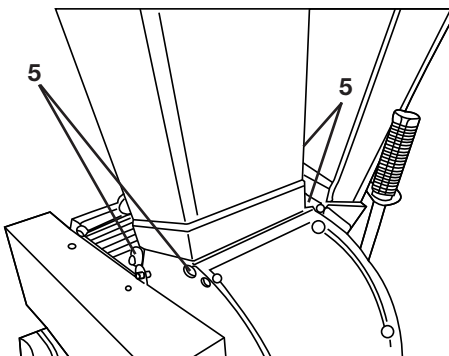

Bild 3
Drehen Sie die vier Befestigungsschrauben (5) (SW 15) im oberen Einfülltrichter nur etwa 2-3 Gewindegänge in die Gewindebohrungen (siehe „Bild 3“).
Die Lasche mit der Sterngriffschraube (6) muss auf die Seite des Seitentrichters zeigen. Achten Sie darauf, dass die Gewindestange (7) in die Halterung des Sicherheitsschalters (8) eintaucht. Ziehen Sie die 4 Befestigungsschrauben (5) fest an (siehe „Bild 3 und 4“).